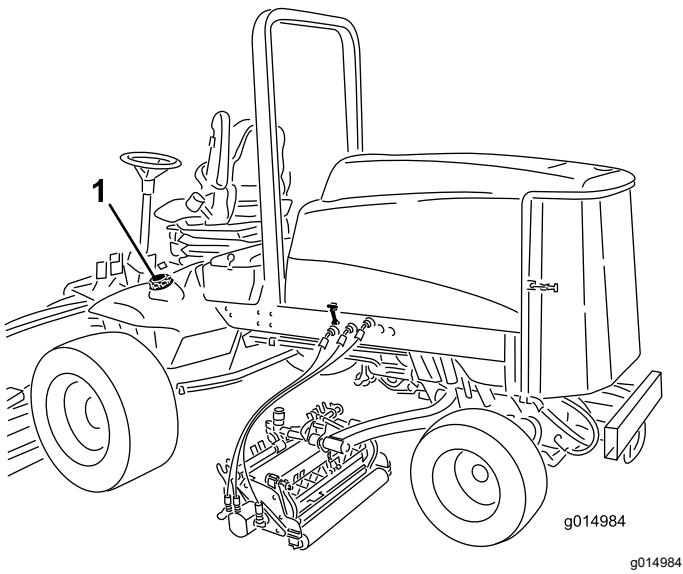

Bild 38
3. Nehmen Sie den Deckel vom Kraftstofftank ab (Bild 38).